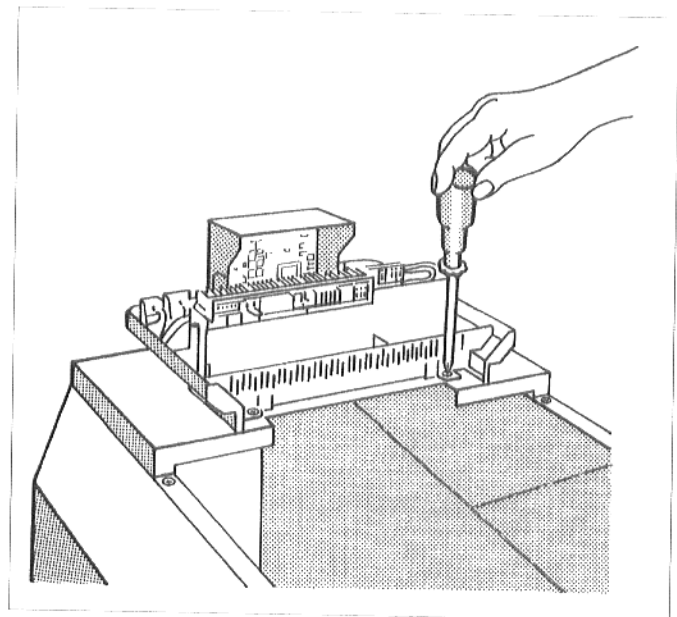

Abb. 15: Regelgerät festschrauben
- Regelgerät mit zwei Schrauben auf der vorderen Kesselhaube festschrauben (Abb. 15).